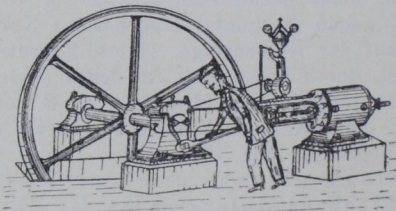

Fig. 553.
- c) Erschütterungen der **Treibstange** (bemerktbar, indem man die Hand während des Ganges auf dieselbe legt, Fig. 553).